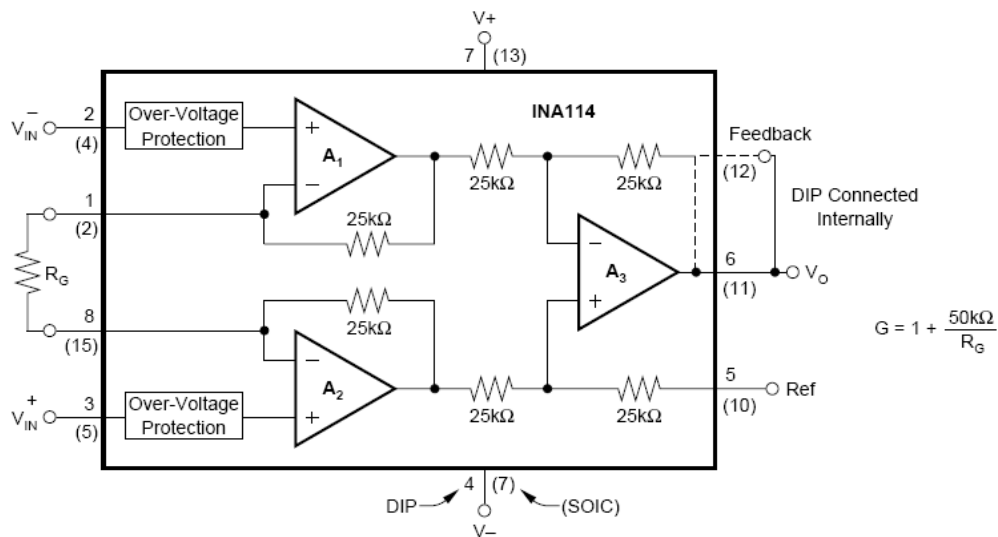
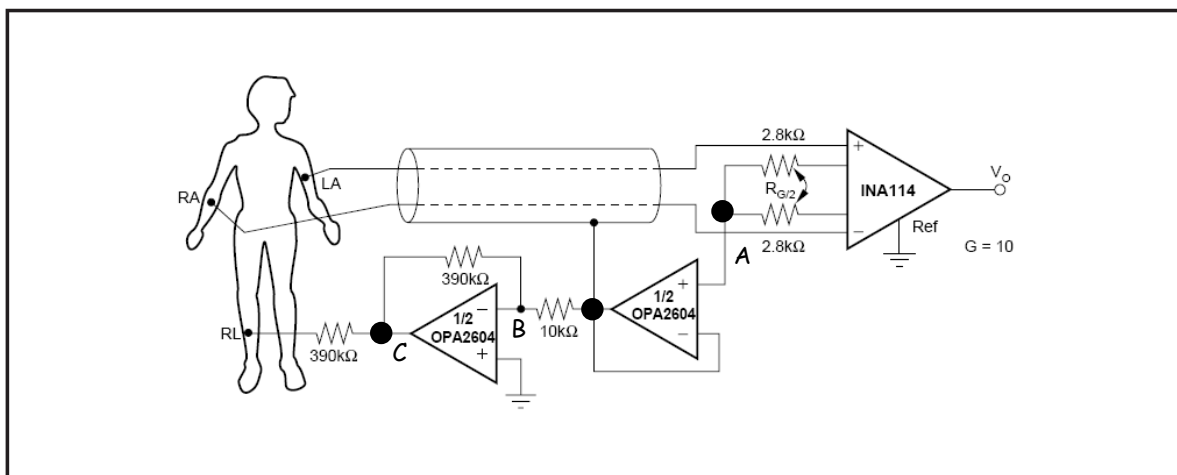

Figure 3
Figure 4 : Electrode de référence
On applique un signal ECG issu d'un simulateur patient (fig. 4) au montage de la figure 3.
En fonctionnement normal, afin de réduire le mode commun, on utilise la structure ci-dessous figure 4.
- Exprimer la tension au point A (voir fig. 3) en fonction de $u_{mc}(t)$. En déduire la tension en B. Quel est le rôle de l'amplificateur opérationnel OPA2604 situé entre A et B.
- Réaliser le montage en complétant le montage de la figure 3. Comparer la qualité du signal avec l'électrode de référence active et avec l'électrode RL relié à la masse (On pourra utiliser un TL084 en lieu et place de l'OPA2604).
- 7) Réaliser le montage en complétant le montage de la figure 4. Comparer la qualité du signal avec et sans la compensation de la composante continue.